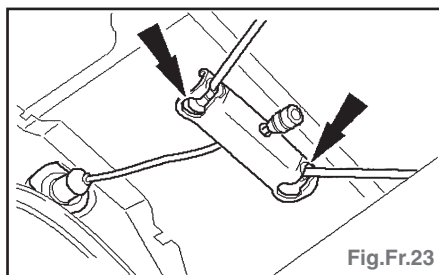

Fig.Fr.23
- Déposer le câble de frein du mécanisme d'équilibrage (Fig.Fr.23).
- Débrancher les câbles de frein de stationnement du palonnier (Fig.Fr.23).